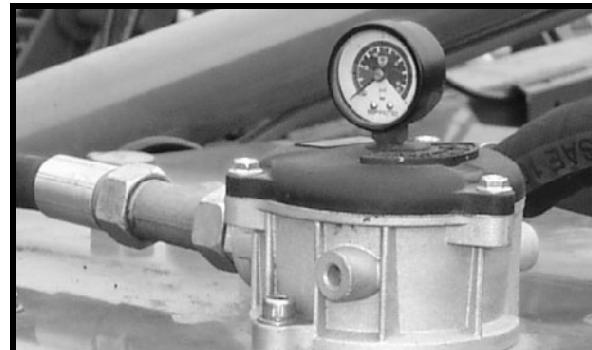

Рис. 126
1. Подставьте под сливное отверстие (Рис. 126/1) подходящую емкость (вместимость не менее 35 л).